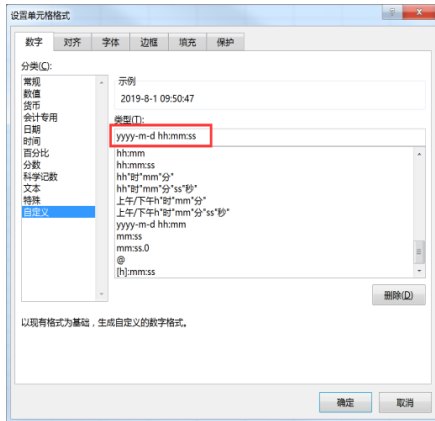

图7-1-5 自定义时间格式
1. 需要将时间字段TIME修改格式,选中时间行列,鼠标右击选择“设置单元格格式”,在打开的设置单元格格式窗口左侧选择“自定义”,在红色框中请输入: yyyy-m-d hh:mm:ss。如图7-1-5所示。